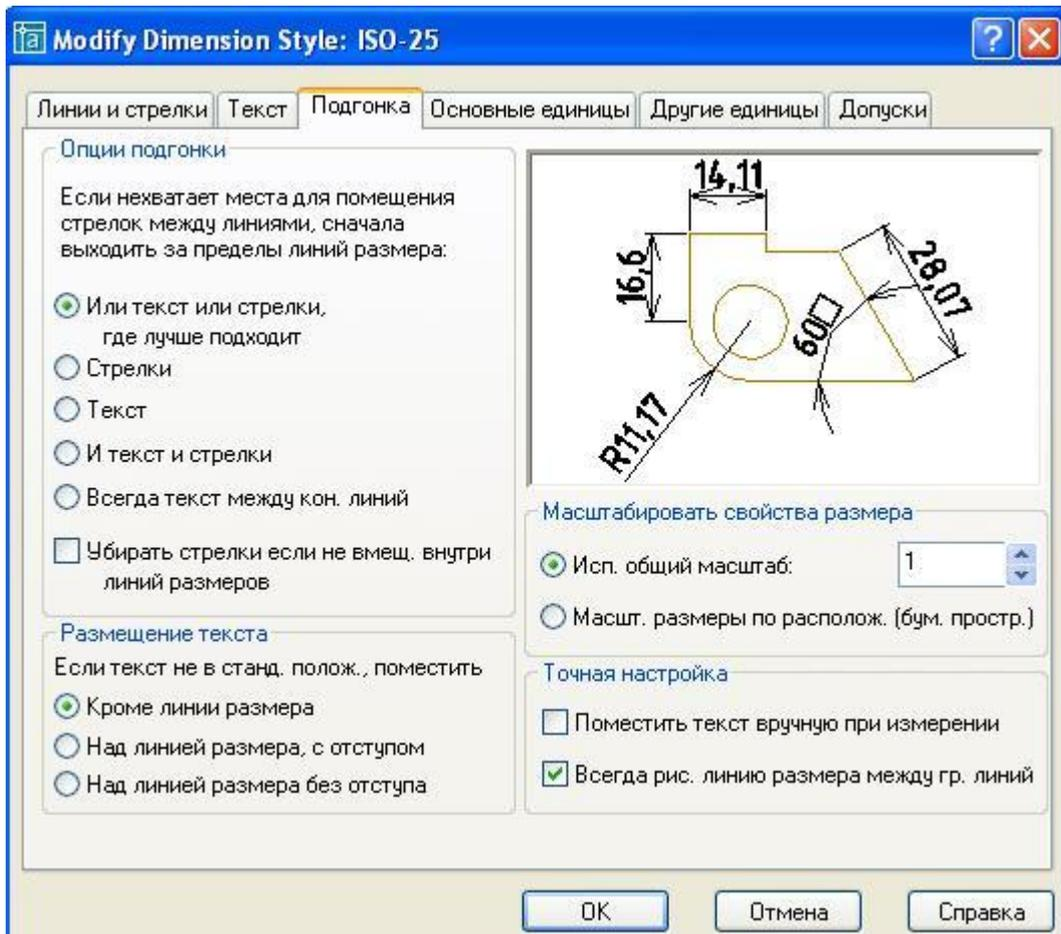

Рис. 3.12 Диалоговое окно Подгонка
9. В открывшемся диалоговом окне (Рис. 3.12) **Подгонка** выбрать опции